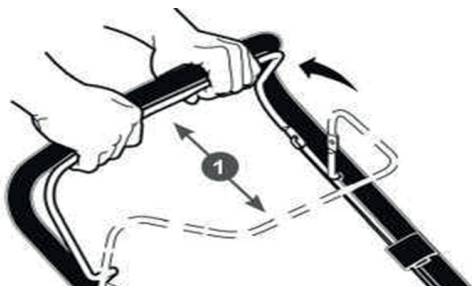

Рис. 15.
Перед запуском двигателя, несколько раз задействуйте рычаг остановки двигателя 1 (Рис. 15). Проверьте, чтобы рычаг и трос остановки двигателя работали должным образом.
3. Отпустите рычаг 1 остановки двигателя (Рис. 15).